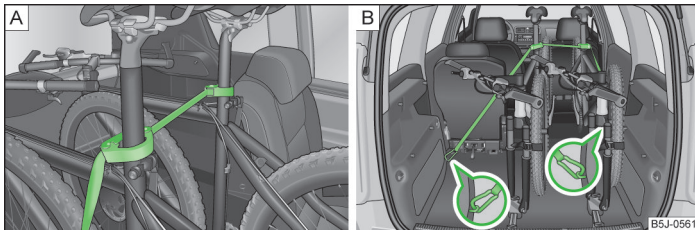

Abb. 57 Fahrräder absichern
- Die Schelle mit dem Gummiteil nach vorn (in Fahrtrichtung) möglichst weit unten an die Sattelstütze setzen und diese schließen » Abb. 57 - A.
- Beim Transport von zwei Fahrrädern den Gurt » Abb. 57 - A zwischen den Sätteln spannen, indem die Fahrräder auseinander geschoben werden.
- Die Karabiner an den Gurten in die Verzurrösen hinter den Rücksitzen einrasten » Abb. 57 - B.